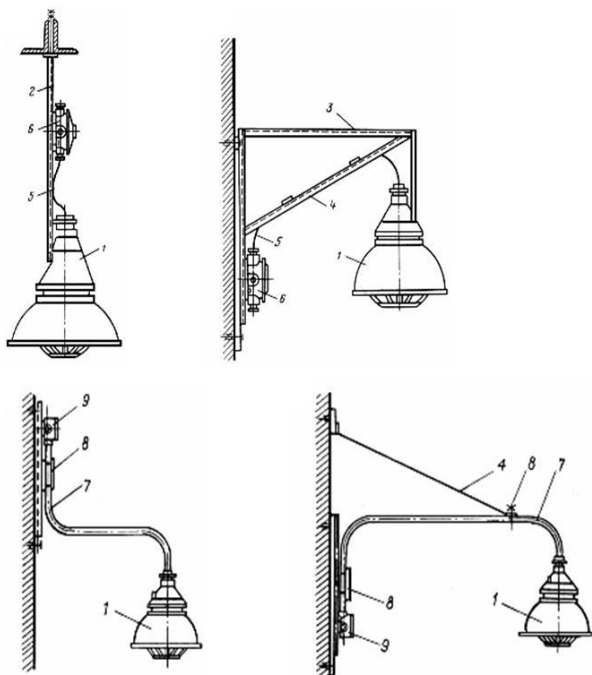

Рис. 21. Крепление световых приборов.
8. Назовите элемент 1, изображённый на рис. 21.